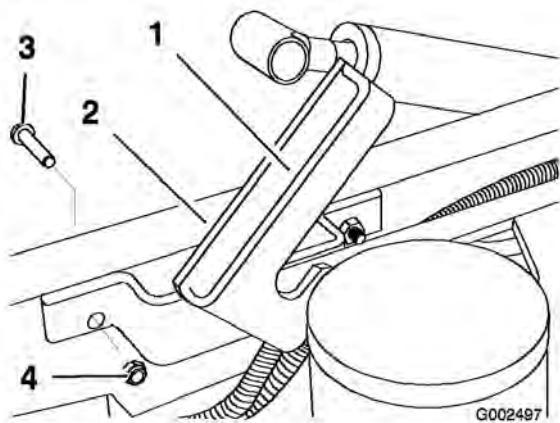
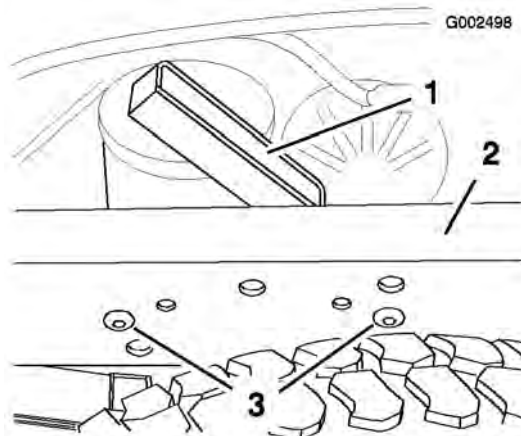

Bild 12
Bild 13
2. Montieren Sie die Stützstange innen an der linken Rahmenschiene. Verwenden Sie zwei Innensechskantschrauben ((3/8 x 1 Zoll)) und zwei Sicherungsmuttern ((3/8 Zoll)), siehe Bild 12 und Bild 13. Ziehen Sie die Radmuttern auf 30 ± 4 Nm an.
4. Montieren Sie ggf. die Stützstange, Sicherungsmutter und das Joch (ziehen Sie sie nicht fest) (Bild 13).